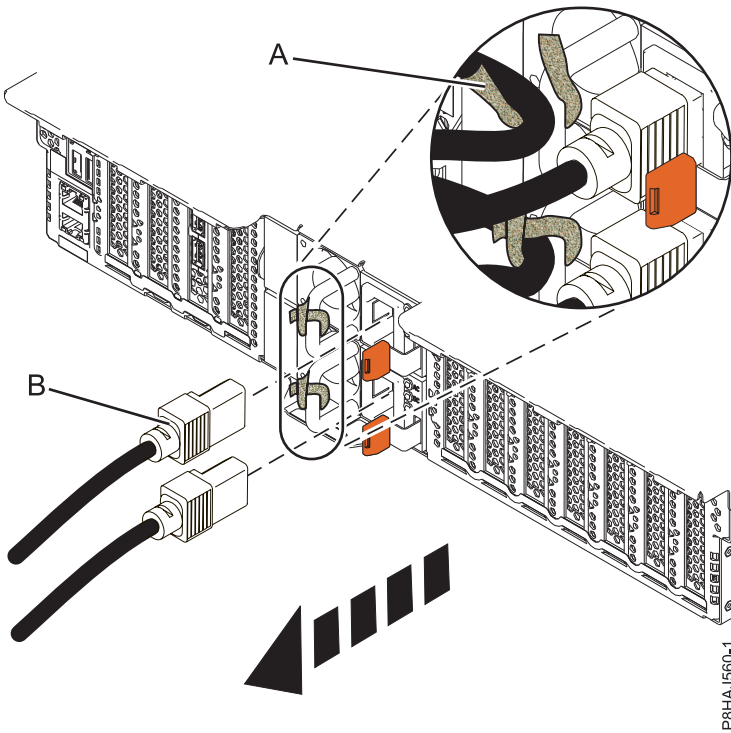
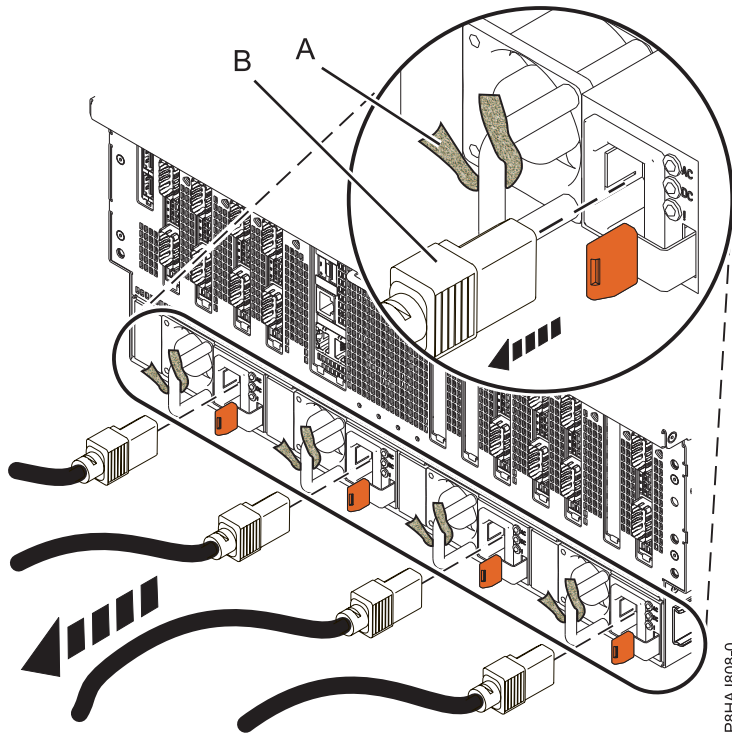

Figure 37. Retrait des cordons d'alimentation d'un système 5148-21L, 5148-22L, 8247-21L, 8247-22L, 8284-21A, ou 8284-22A
Figure 38. Retrait des cordons d'alimentation d'un système 8408-44E ou 8408-E8E
3. Débranchez les cordons d'alimentation (**B**) de l'unité centrale. Voir les figures figure 36, à la page 52, figure 37, à la page 52 ou figure 38, à la page 53 selon le type de votre système.